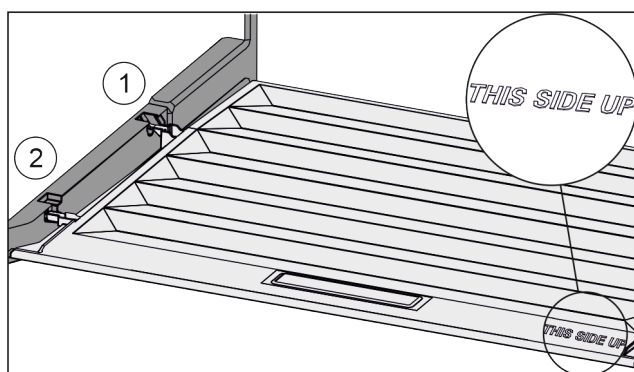

Fig. 69
- ▶ Ramiona pokrywy wprowadzić ponad otworem tylnego uchwyty Fig. 69 (1) i zazębić z przodu w uchwycie Fig. 69 (2).